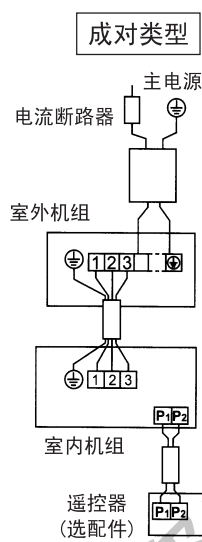

图25
- 成对型：一只遥控器控制一台室内机。（标准形式）（参见图 25）